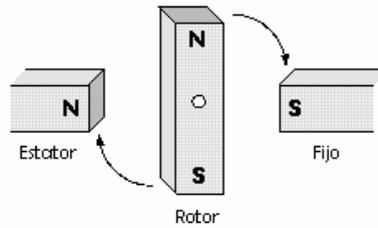

Figura. 2.2. Generación del movimiento de rotación
En magnetismo se conoce la existencia de dos polos: polo norte (N) y polo sur (S), que son las regiones donde se concentran las líneas de fuerza de un imán. Un motor para funcionar se vale de las fuerzas de atracción y repulsión que existen entre los polos. De acuerdo con esto, todo motor tiene que estar formado con polos alternados entre el estator y el rotor, ya que los polos magnéticos iguales se repelen, y polos magnéticos diferentes se atraen, produciendo así el movimiento de rotación. En la figura 2.2 se muestra como se produce el movimiento de rotación en un motor eléctrico.